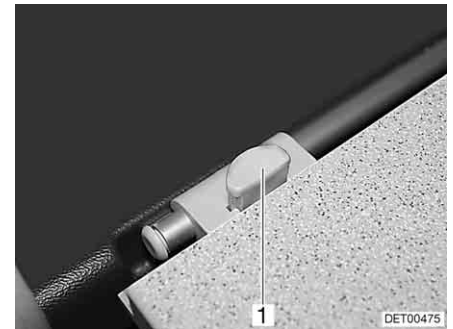

Fig. 62 Verrouillage plateau de table (variante)
- Quand il y a un verrouillage : Appuyer sur le bouton de déverrouillage (Fig. 62,1), sur le dispositif de verrouillage du plateau de table.